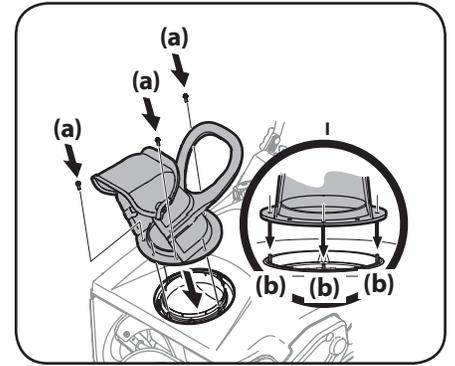

Figura 2-8
3. Alinee los orificios de la base del canal con las tres lengüetas (b) del canal inferior como se indica en la Figura 2-8, Recuadro I. Sujete la base del canal con los tornillos de cabeza hexagonal (a) que extrajo anteriormente en el Paso 2. Consulte la Figura 2-8.